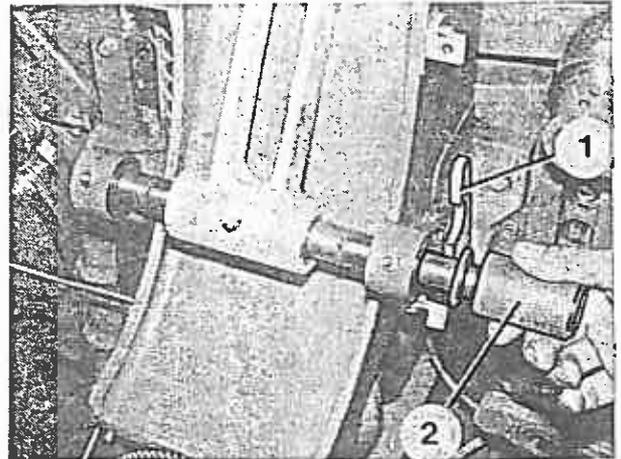

Bild 114
6. Sicherungsklinke (Bild 114/1) umlegen und Achse (Bild 114/2) herausziehen.